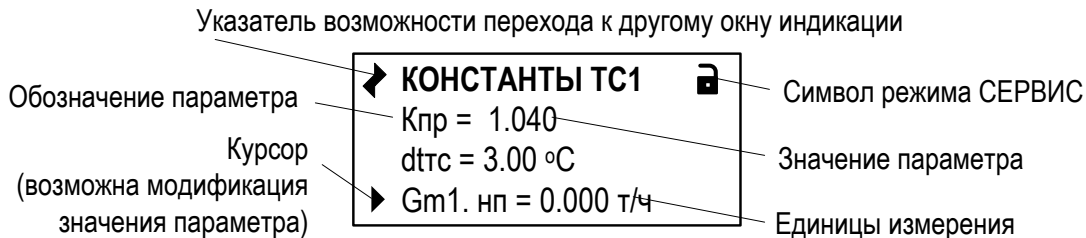

Рис.8. Вид одного из окон индикации многооконного меню.
5.2.5.2. Место расположения и символическое изображение курсора (рис.8) зависят от вида информации, отображаемой в окне индикации, и состояния установленного рядом с курсором (над курсором) пункта меню (значения параметра).